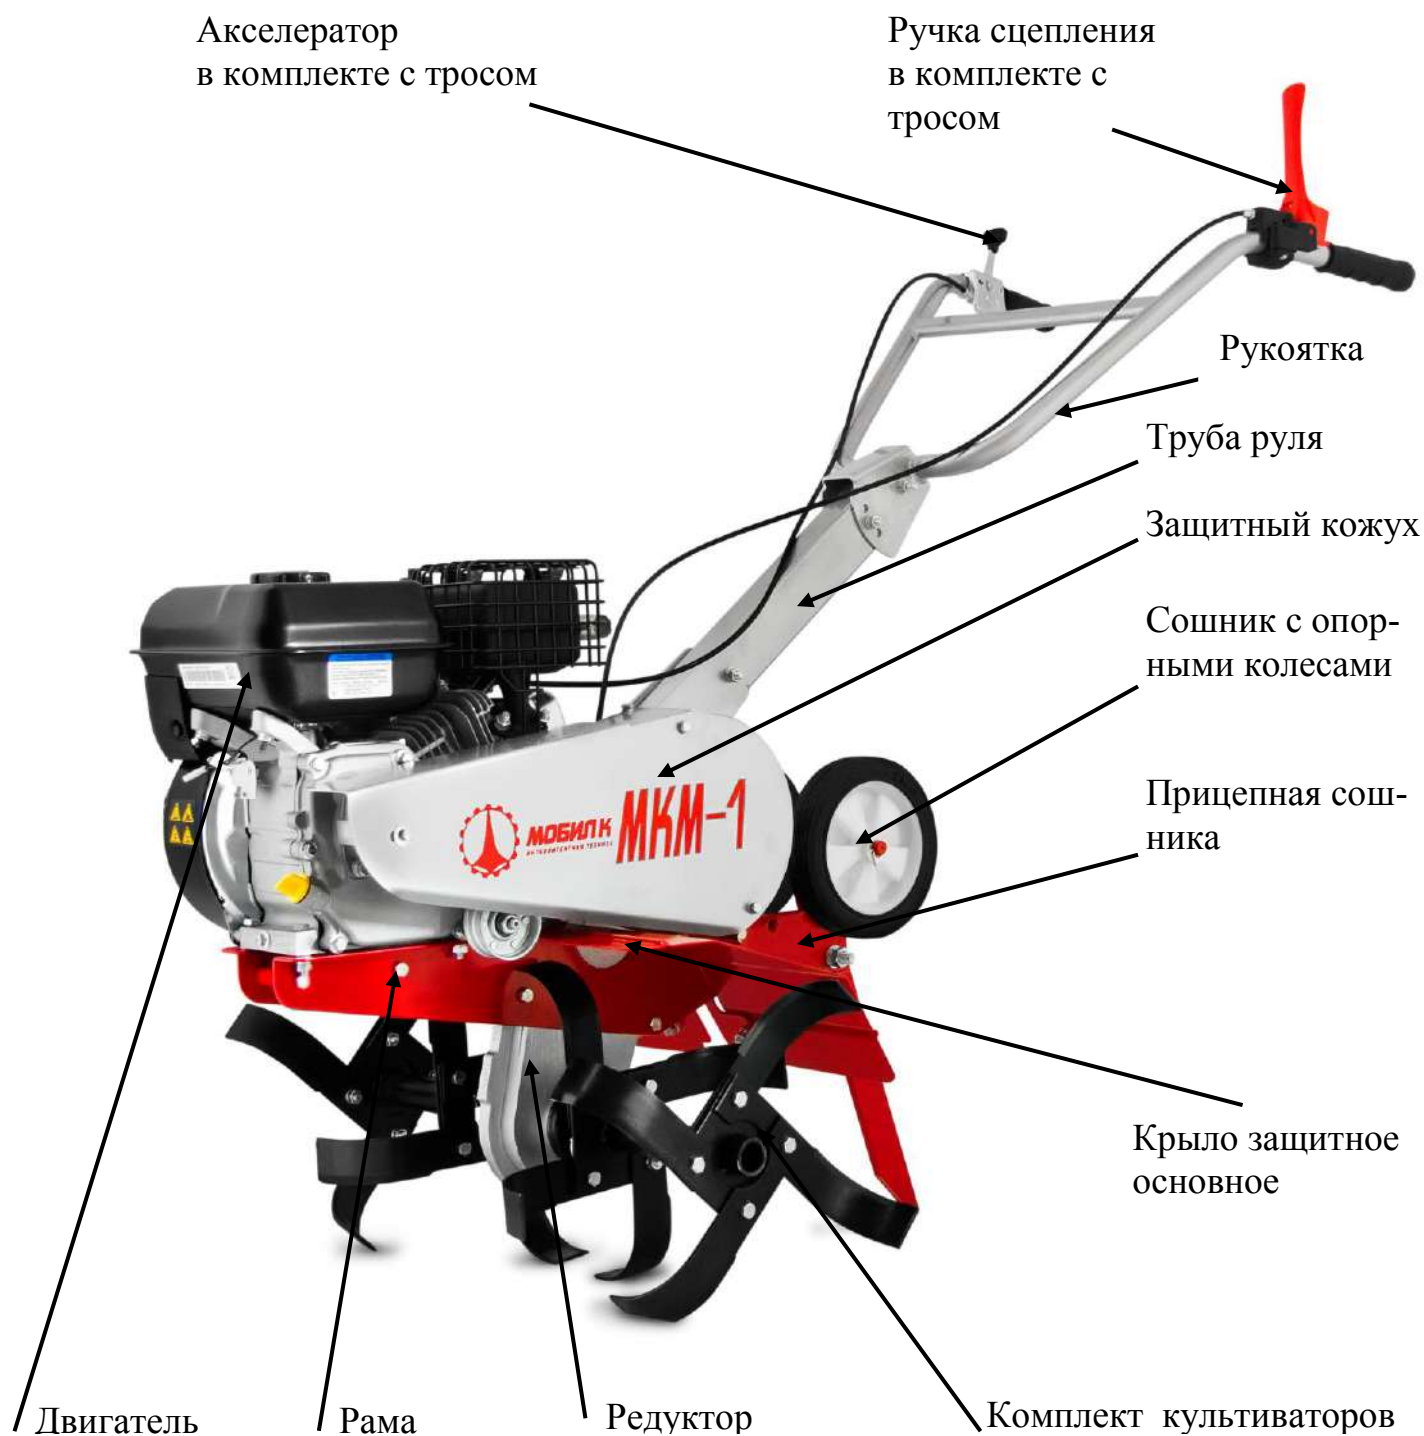

Рис.1 Мотокультиватор МКМ-1.
- 7.7. Установить сошник с опорными колесами вниз, зафиксировав его на прицепной сошника посредством 2 осей со штифтами, Рис.1, Рис.3.
7.11. Проверить натяжение ремня. Для чего снять защитный кожух клинового ремня. Зазор между верхней и нижней ветвями ремня должен быть 50-60 мм, а зазор между ограничительными скобами и внешней стороной ремня должен быть 3-5 мм при нажатой ручке сцепления, Рис.10. При необходимости установить контрольный размер 50-60 мм регулировочным винтом на ручке сцепления Рис.7, для этого открутите контргайку. Выкручивая винт регулировки троса сцепления зазор между верхней и нижней ветвями уменьшается, закручивая винт регулировки троса сцепления зазор между верхней и нижней ветвями увеличивается. После регулировки контргайку закрутите. При невозможности установки контрольного размера регулировочным винтом, регулировку произвести перемещением двигателя по пазам рамы, Рис.1, Рис.10. Зазор между ограничительными скобами и внешней стороной ремня регулируйте с помощью болтов М8 Рис.10. Для чего необходимо открутить болт М8, отрегулировать зазор 3-5 мм и затем болт закрутить и затянуть. Установить на место кожух клиноременной передачи и закрепить.